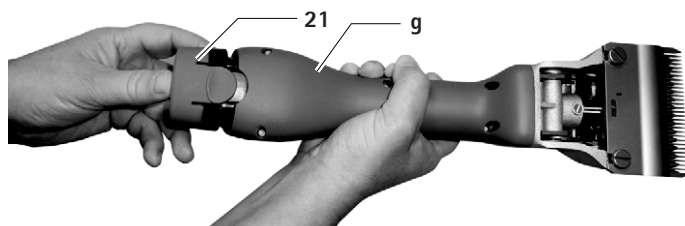

Fig. 2
- ▶ Træk Li-Ion-batteriet **21** ud, oplad det, og/eller skub det opladede Li-Ion-reservebatteri GT641 (31NR19/66-1) ind i den batteridrevne klippemaskine **g**, se Fig. 2.